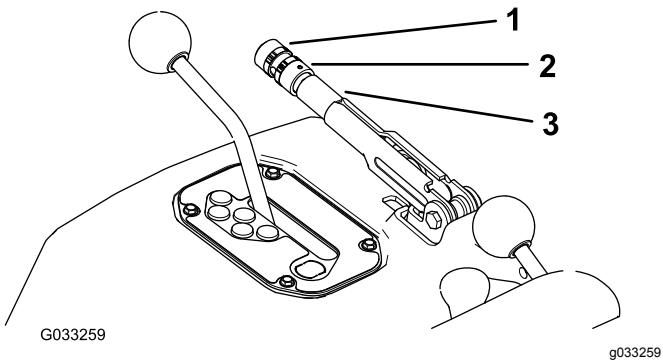

Рисунок 75
- Ослабьте установочный винт, который крепит рукоятку к рычагу стояночного тормоза (Рисунок 75).
- Поворачивайте рукоятку (Рисунок 75) до тех пор, пока усилие, требуемое для активации рычага, не достигнет 20–22 кг.
- По окончании регулировки затяните установочный винт (Рисунок 75).